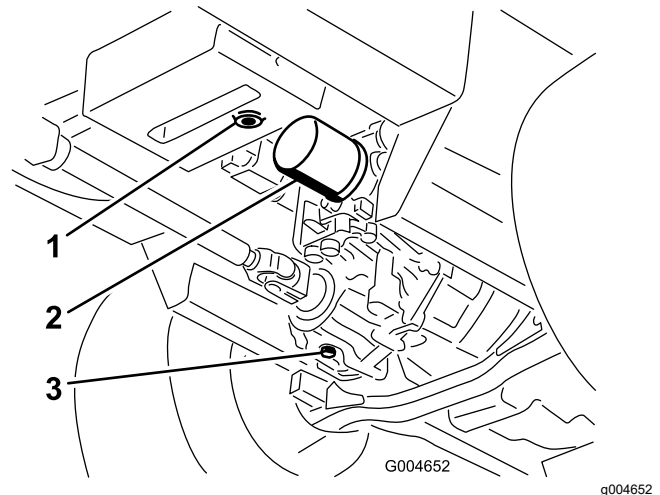

Figura 56
3. Coloque un recipiente grande debajo del depósito de aceite hidráulico y el alojamiento de la transmisión y retire los tapones; deje que se vacíe todo el aceite hidráulico (Figura 56).
4. Limpie la zona alrededor del filtro de aceite hidráulico y retire el filtro (Figura 56).